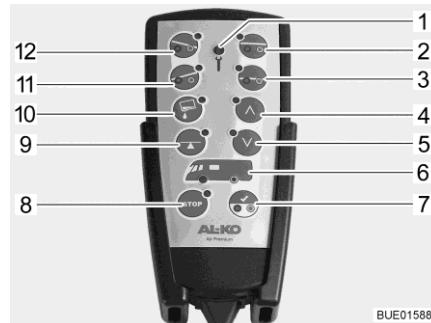

Fig. 16 Telecomando (sospensione pneumatica)
- Avviare l'accensione. La spia di controllo (Fig. 16,1) si accende brevemente. Se entrambi i LED degli assi (Fig. 16,6) sono accesi, il veicolo si trova sul livello di marcia.